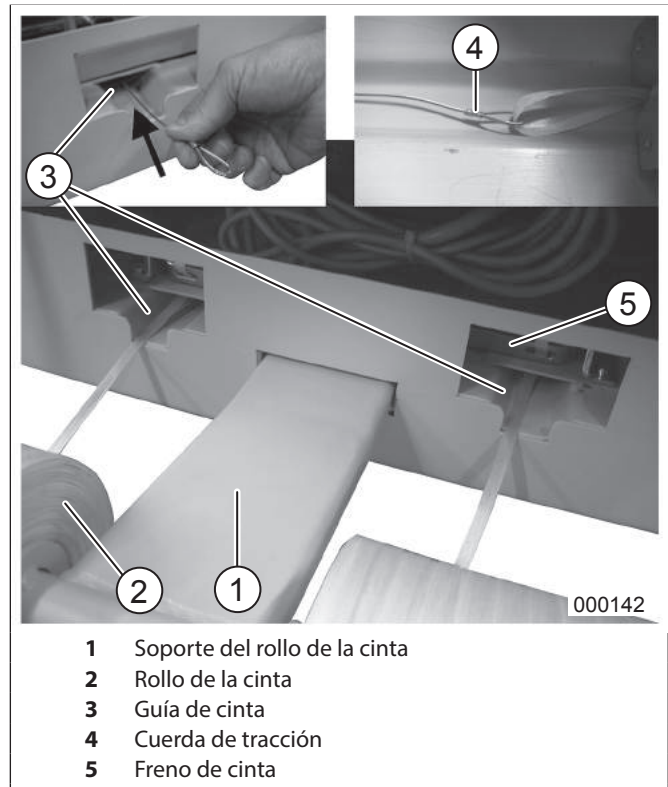

fig. 22 Cambio de los rollos de cinta
4. Meter los rollos de cinta (fig. 22/2), como expuesto en la figura, con los extremos deslizándose hacia abajo, sobre los soportes de rollo de cinta (fig. 22/1).
5. Fijar el extremo de la cinta en un lazo de la cuerda de tracción (fig. 22/4) adjuntada, pasar el otro extremo de la cuerda por la abertura del freno de cinta (fig. 22/5) hasta la guía de la cinta (fig. 22/3). La cinta enganchada puede ser ahora pasada por la guía de cinta con ayuda de la cuerda de tracción anteriormente introducida, hasta que pueda verse en la cámara de prensado.
7. Colocar ambas cintas, como ya descrito bajo el título „Colocacion de las cintas para un nuevo fardon“, p. 52, y cerrar el freno de cinta (fig. 22/5).